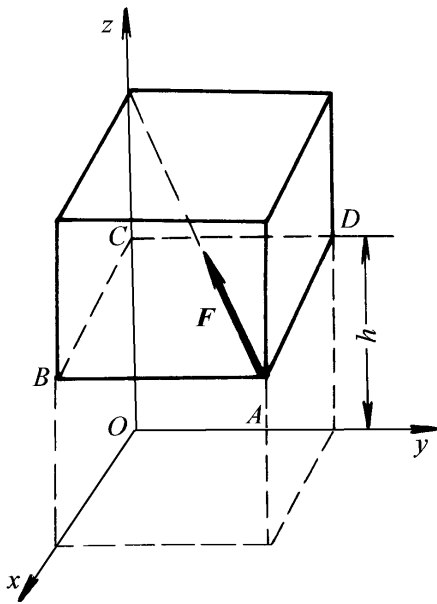

图 1-10
- 1-3 力 F 作用在边长为 l 的正立方体的对角线上（图 1-10）。设 Oxy 平面与立方体的底面 $ABCD$ 相平行，两者之间的距离为 h ，试求力 F 对 O 点的矩的矢量表达式。